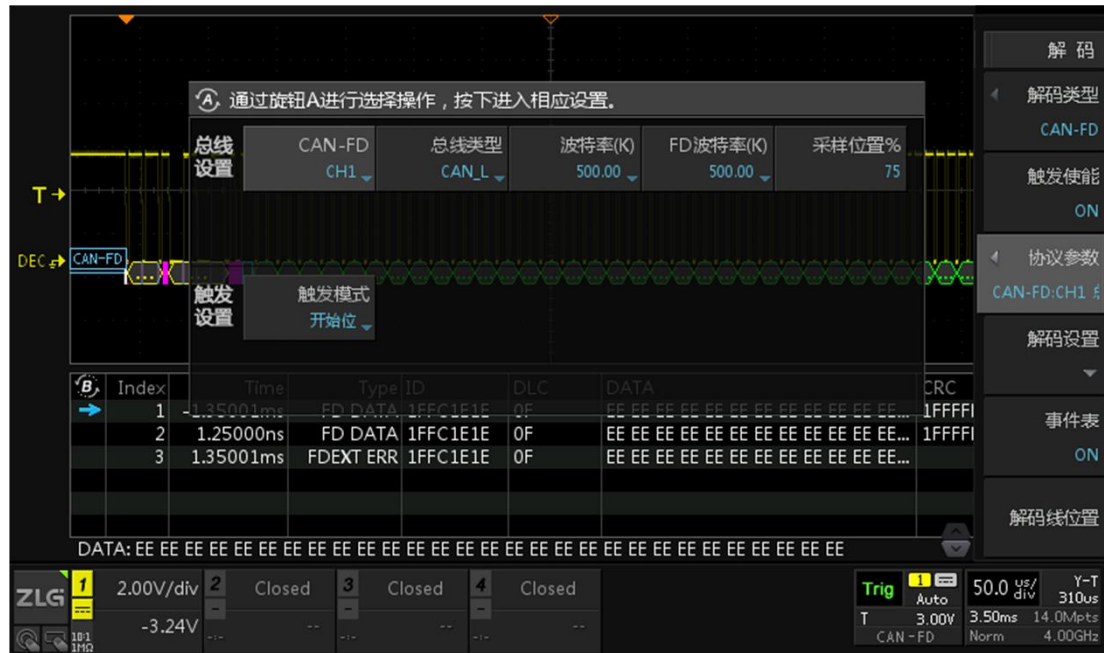

图 15.20 CAN-FD 协议参数配置
- 5、 用户点击【协议参数】，可以对协议参数进行设置，旋转旋钮 A 可选择参数，短按旋钮 A 后可进行参数修改，其中包括“总线设置”与“触发设置”，如图 15.20 所示，CH1 为信号输入，总线类型为 CAN_L 或 CAN_H，波特率为 500K（可选或自定义）即普通的传输速率，FD 波特率为 500K（可选或自定义）即 CAN-FD 数据段传输的速率，一般 FD 波特率要高于普通波特率，触发模式“开始位触发”或“数据帧触发”。